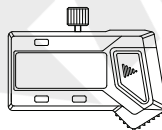

Abb.3
---Schließen Sie die Batterieabdeckung (Abb. 3).